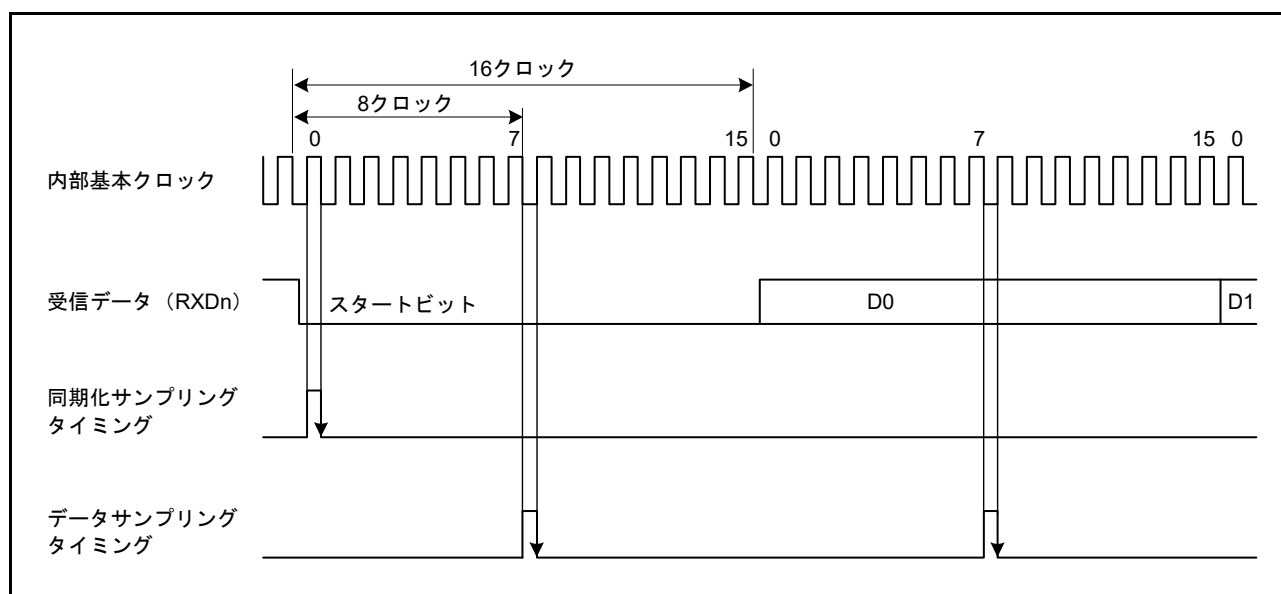

図 27.3 調歩同期式モードでの受信データサンプリングタイミング
また、図 27.3 に示すように、受信データは基本クロックの 8 パルス目 (注 1) の立ち上がりエッジでサンプリングされるため、各ビットの途中でデータが取り込まれます。したがって、調歩同期式モードでの受信マージンは以下の式 (1) のように表すことができます。